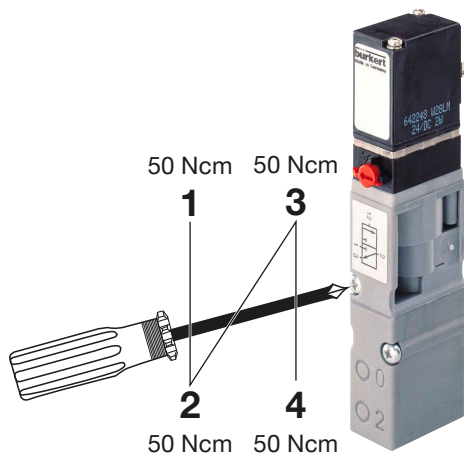

Abb. 80: Anziehen der Schrauben beim Ventiltausch Typ 6526 und Typ 6527
- Befestigungsschrauben über Kreuz anziehen, dabei Anziehdrehmoment beachten (siehe Abb. 80).